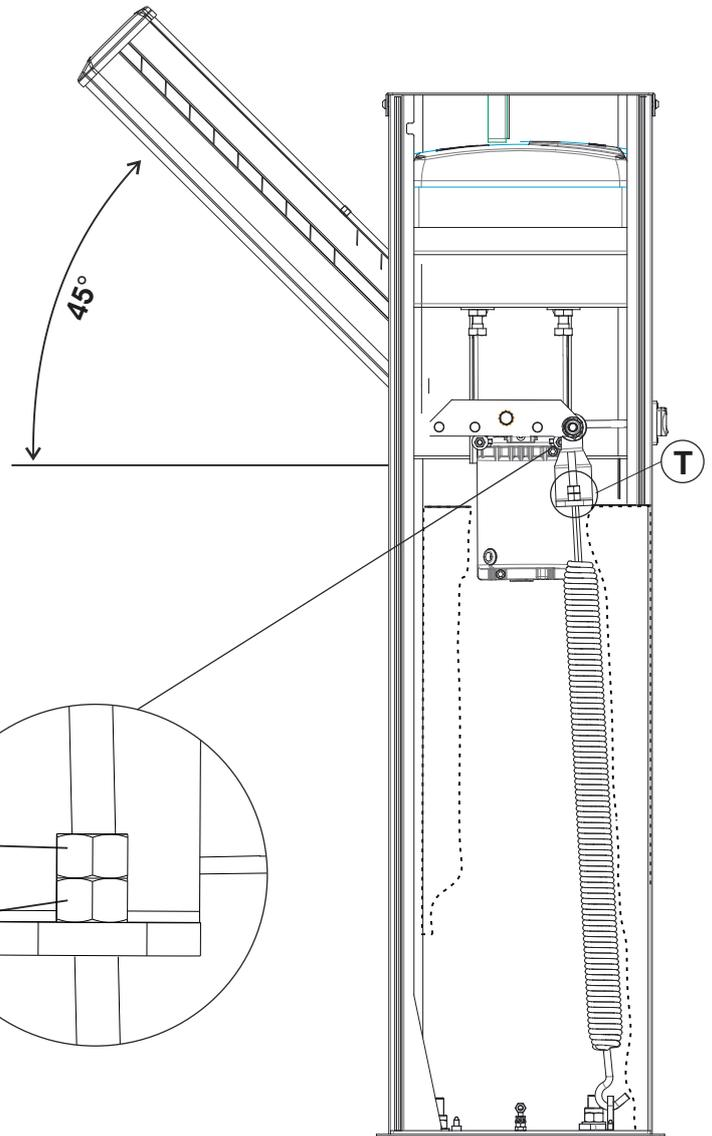

Fig. 10
- Déverrouiller la lisse avec le déverrouillage manuel, de façon qu'elle est libre de s'ouvrir et de se fermer manuellement (Fig. 10)
- Dévisser ou visser l'écrou de tension du ressort jusqu'à atteindre le point d'équilibre à 45° (Fig. 10). La condition optimale d'un parfait équilibre c'est obtenu quand la lisse reste dans la position indiquée dans Fig. 10.